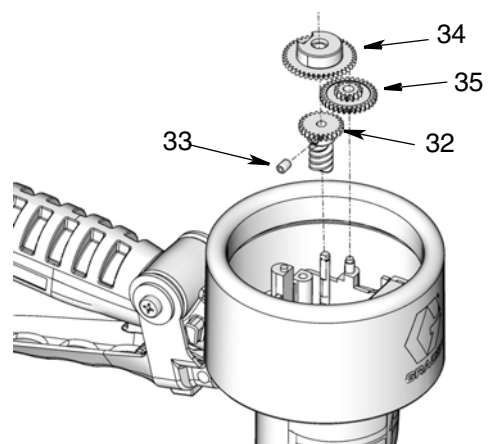

ABB. 18
6. Die Zahnrad-Stellschraube (33) mit einem 2-mm-Sechskantschlüssel entfernen. Die Zahnräder (32, 34, 35) entfernen (ABB. 18).